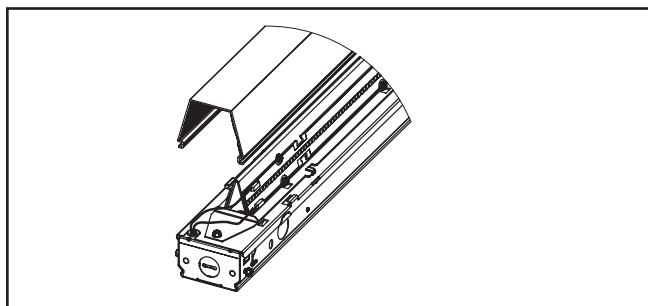

Figure 1.
2. Retirez la lentille du couvercle profilé. (Figure 1).